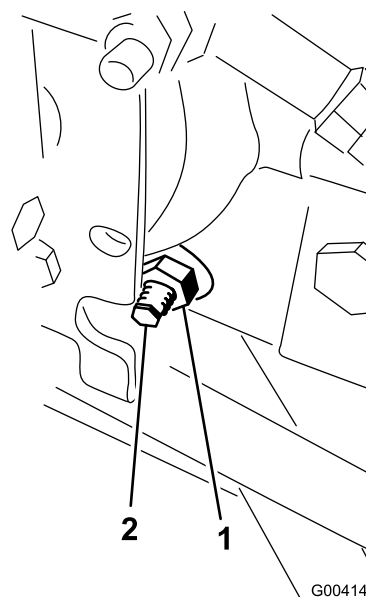

Figura 82
3. En el lado derecho del conjunto hidrostático, afloje la contratuerca de la leva de ajuste de la tracción (Figura 82).